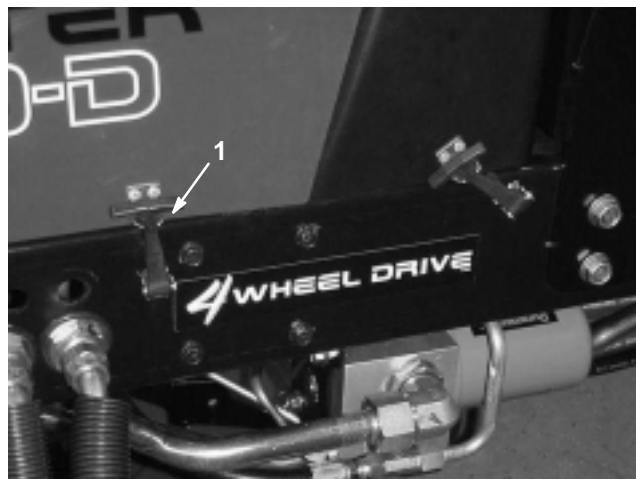

Figure 25
1. Déverrouillez le capot (Fig. 25) et soulevez-le.